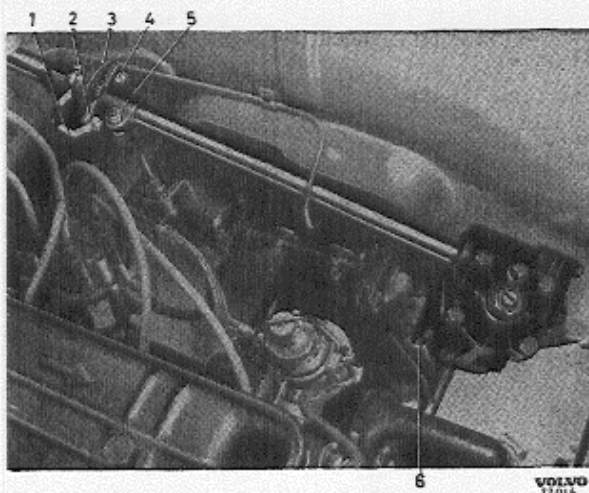
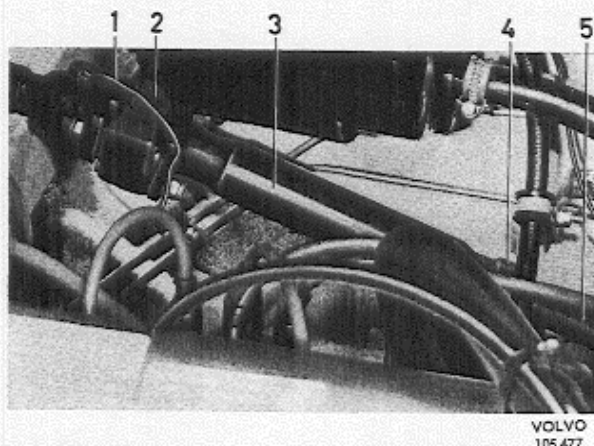
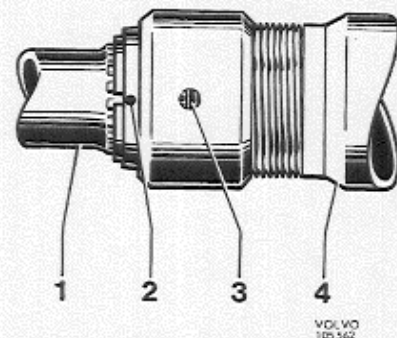

Abb. 46 Lenkgetriebe, 120 früh. Ausf.
Abb. 47 Lenkungsteile, 1800 spät. Ausf.
Abb. 59 Absicherung der Ringmutter
- Obere- und untere Lenkspindel voneinander trennen. Bei 120 in früh. Ausf. werden dazu die Muttern (2 und 4, Abb. 46) gelöst und die Mitnehmerschrauben entfernt. Bei 120 mit Lenkung vom Sicherheitstyp (Abb. 35) braucht nur die Klemmschraube am Mitnehmer gelöst werden. Bei 1800 mit Sicherheitslenkung wird die gelochte Ringmutter (4, Abb. 47) auf der Schiebemuffe (3) mit einem Hakenschlüssel gelöst.
takt zur Masse angebracht wird. Bei 1800 mit Sicherheitslenkung wird die Ringmutter (4, Abb. 47) mit einem Moment von 3–5 mkp gespannt und zur Sicherung vor dem Schlitz der Schiebemuffe angekört, s. Abb. 59.